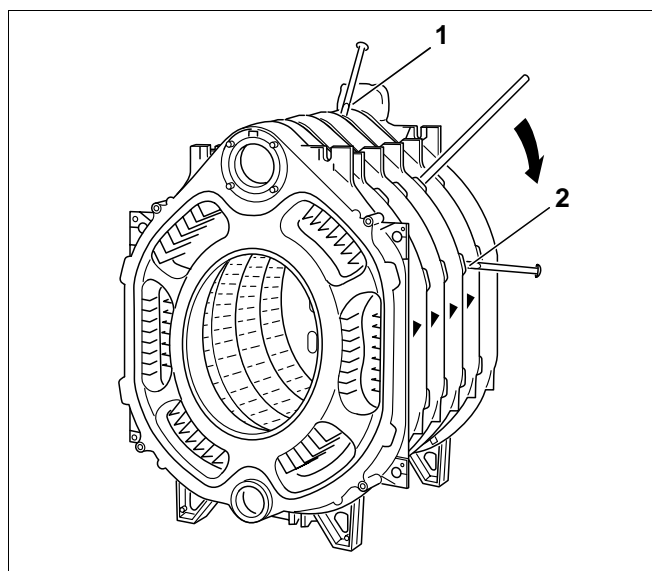

Fig. 22 Adskillelse af kedelkroppen
- Skil kedlen ad på det utætte sted ved at drive (slå) flade kiler eller mejsler ind på de dertil beregnede steder (Fig. 22, **pos. 1 og 2**) foroven og fornedet mellem elementerne.